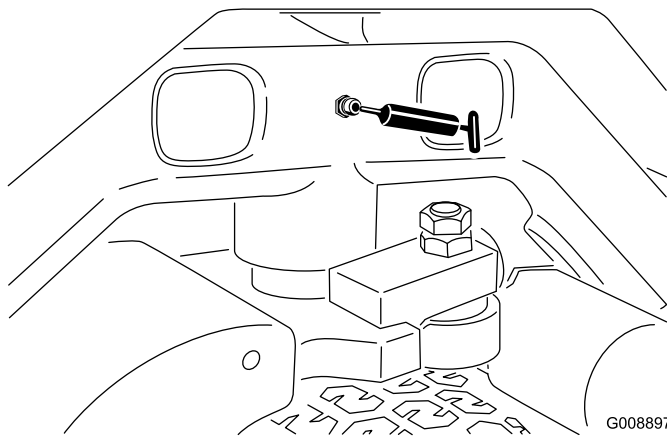

Figura 39
- Perno dello sterzo (Figura 39)